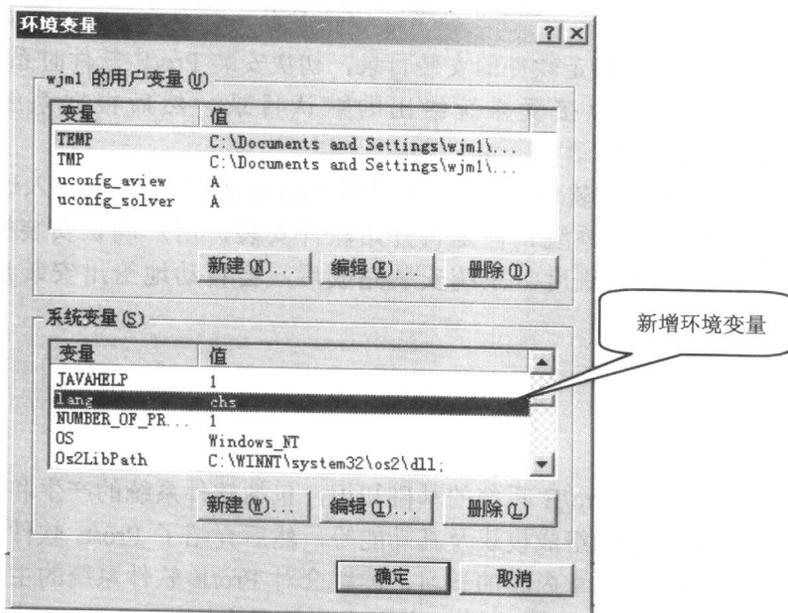

图 1-4 【环境变量】对话框
(4) 单击【新建系统变量】对话框上的 **确定** 按钮, 添加新环境变量后【环境变量】对话框如图 1-4 所示。从图中可以明显看出【系统变量】分组框中已经加入了新的环境变量。